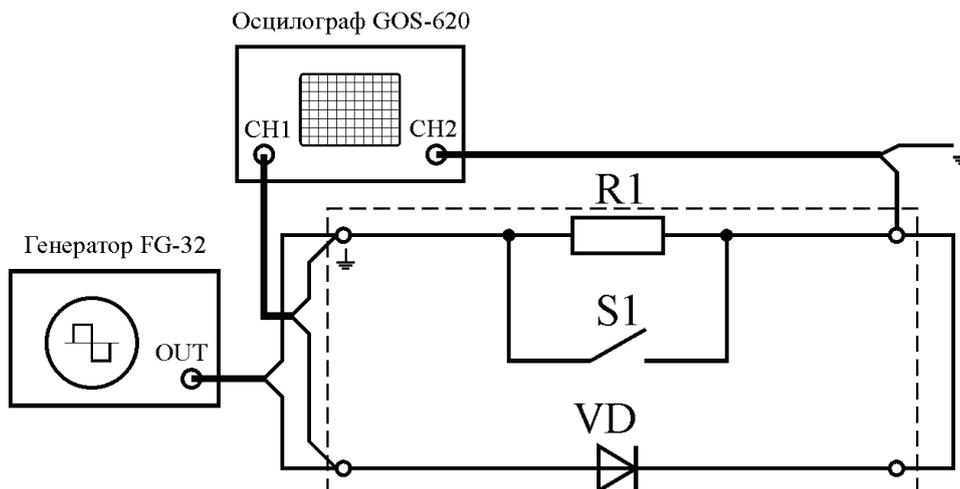

Рисунок 1.10 – Схема для исследования переходных процессов диода
4.2 Подготовить осциллограф GOS-620 к работе, подключив оба канала согласно схемы (рис.1.10) и установив длительность развертки 0,2 мкс.
4.3 Собрать схему согласно рис.1.10.